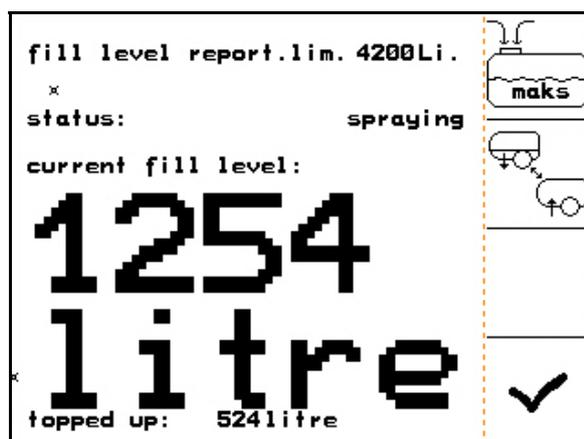

Fig. 111
1.  Call up the filling menu (Fig. 111).